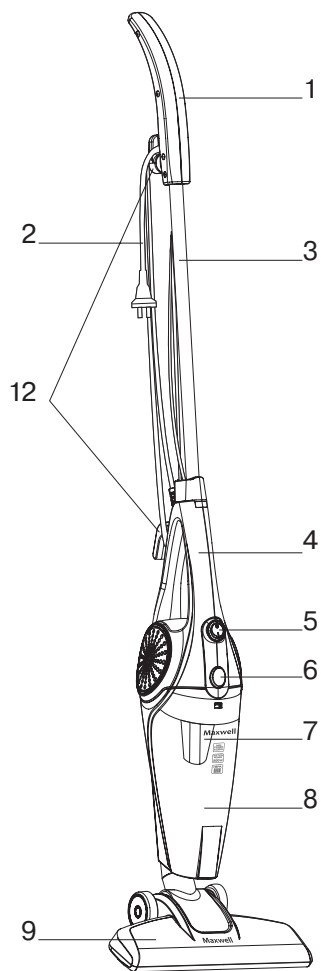

Рис.1
Для использования в режиме вертикального пылесоса необходимо присоединить удлинительную трубку (3). Для этого откройте защёлку в верхней части ручки (4), затем вставьте удлинительную трубку (3) в отверстие, нажмите на защёлку до щелчка, это означает, что трубка (3) зафиксирована (рис. 1).